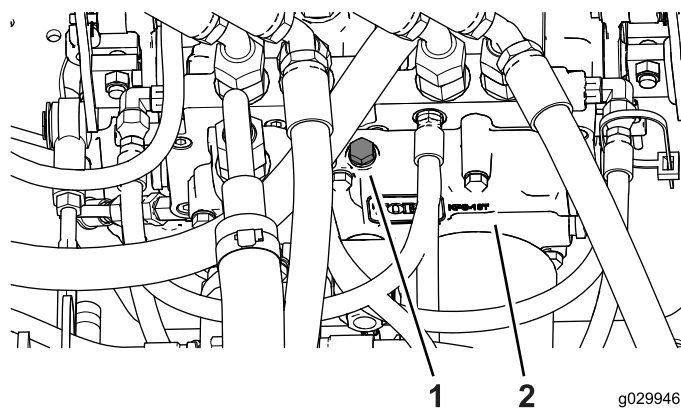

Figura 11
1. Localice y retire el tapón roscado de la transmisión hidráulica (Figura 11).